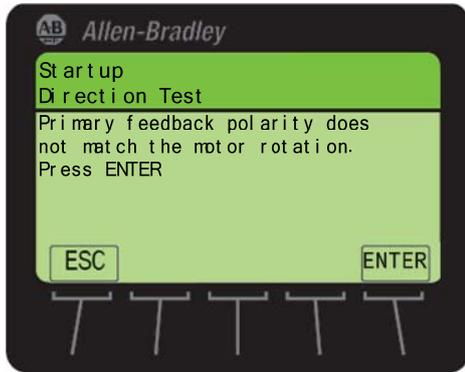
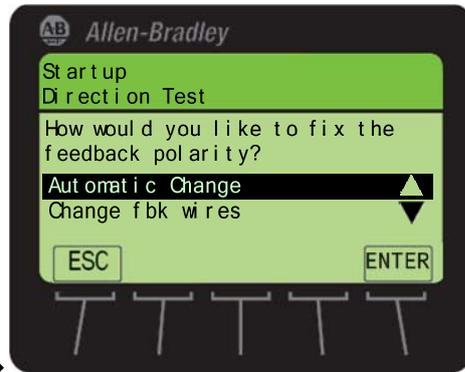

图 1-31 反馈编码器极性改变提示信息
图 1-32 选择‘Automatic change’
(5) 按照下一个屏幕的提示 按下‘START’键启动变频器。接下来的屏幕会询问‘Is the direction of rotation forward?’（旋转方向为正方向吗）。确认是否接受方向的改变。按下‘ENTER’软按键，选择‘Yes’。
(6) 由于电机的方向发生了改变，反馈（编码器）的极性也发生了改变。此屏幕提示这些信息如图 1-31 所示。按下软按键‘ENTER’继续，屏幕的提示问题为‘How would you like to fix the feedback polarity?’（如何确定反馈信号极性？）。选择缺省的选项‘Automatic change’（自动更改），使用软按键‘ENTER’确定，如图 1-32 所示。